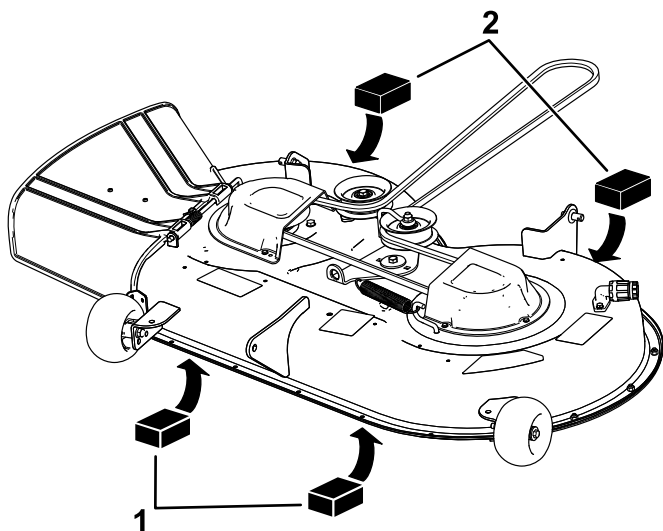

Figura 65
4. Coloque dois calços de 6,6 cm de espessura cada debaixo de cada lado da extremidade frontal da plataforma, mas não debaixo dos suportes do rolo antidanos (Figura 65).
5. Coloque dois calços de 7,3 cm de espessura cada debaixo da extremidade traseira da aba da plataforma de corte, um em cada lado da plataforma de corte (Figura 65).